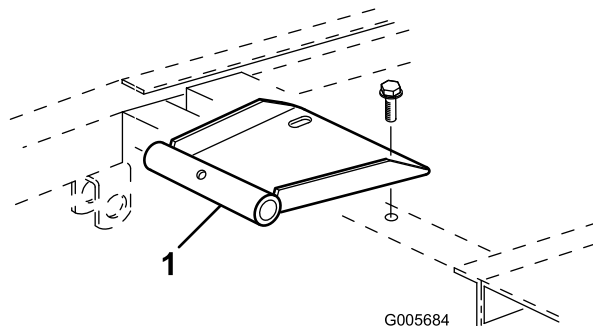

Figura 8
2. Monte el soporte pivotante del asiento en el bastidor con los 2 tornillos con arandela prensada suministrados en el kit (Figura 8).
4. Monte el soporte pivotante del asiento en el bastidor con los 2 tornillos con arandela prensada suministrados en el kit (Figura 8).